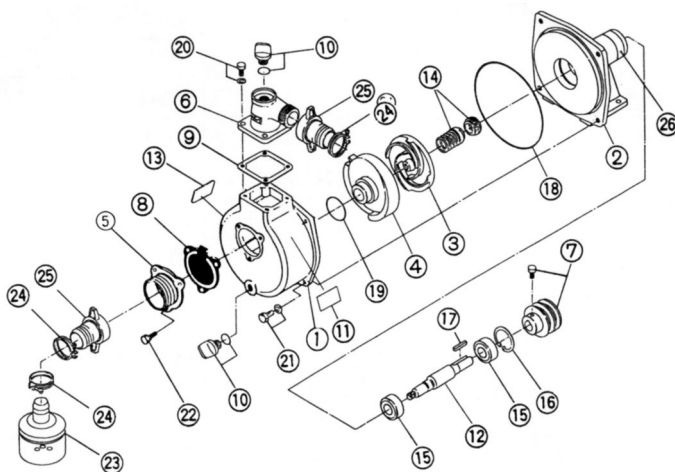

рис.3
5.1. Насос (качающий узел, рис. 3 с детализировкой, таблица 3) включает в себя: